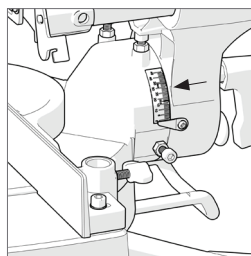

Fig. 34
- Inclinare la testina di taglio all'angolazione desiderata. Come ausilio per la regolazione è applicata una scala angolare graduata. (**Fig. 34**)